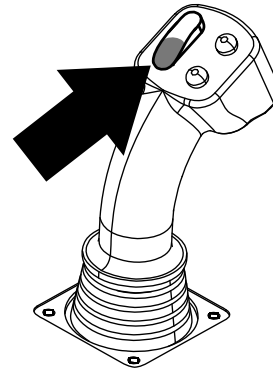
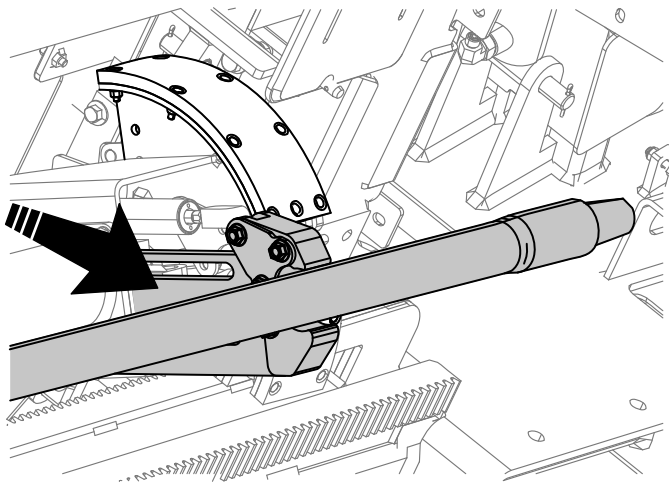

Bild 32
Bild 33
7. Halten Sie den unteren Teil des Kippschalters (Bild 32), bis die Arme ganz ausgefahren sind (Bild 33).